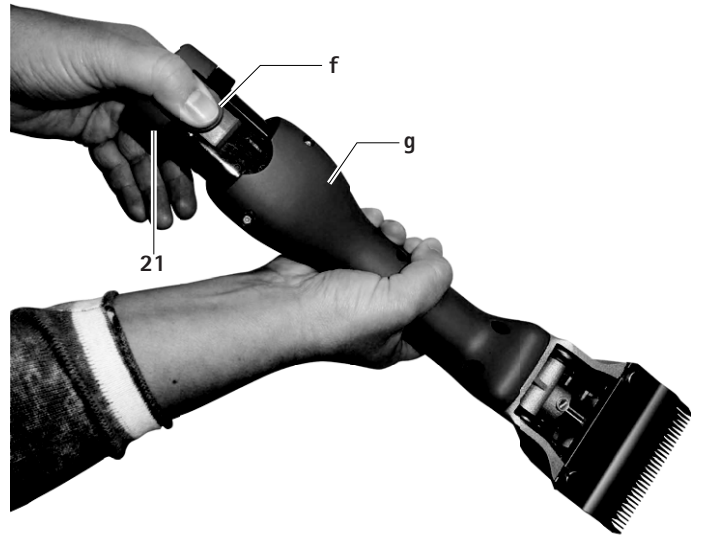

図 1
- ▶ 充電式ヘアカッター g のカッターヘッドごと下へ向けて持ち、リチウムイオンバッテリー 21 が緩めたとき落ちないようにします参照先 図 1。